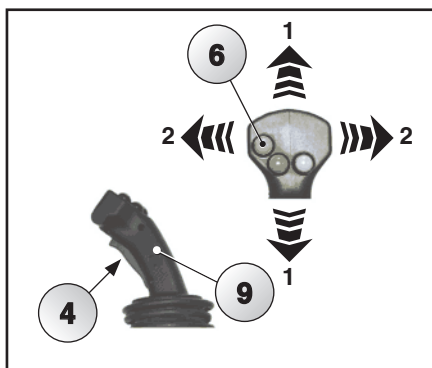

Fig. 5.97
Tenendo premuto il pulsante di sicurezza color verde (4) (uomo presente) e tenendo premuto il tasto blu (6) è possibile muovere l'impugnatura del Joystick (9) nelle direzioni indicate (Fig. 5.97) per alimentare i giunti rapidi come evidenziato in figura 5.98.